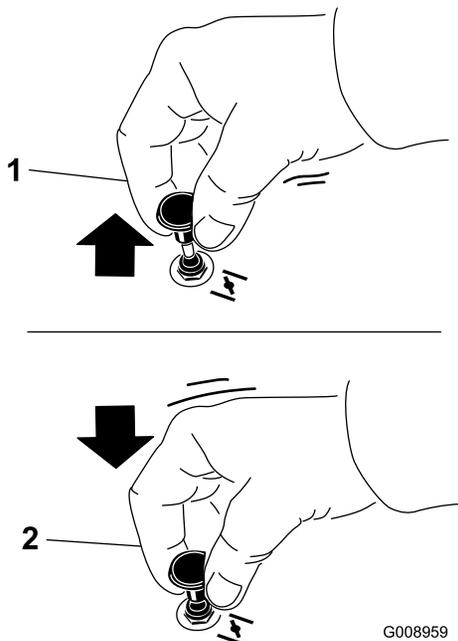

Figura 15
1. Tire hacia arriba del mando para activar el estárter antes de girar la llave del contacto (Figura 15).
2. Presione hacia abajo el control del estárter para desactivar el estárter después de que el motor arranque (Figura 15).